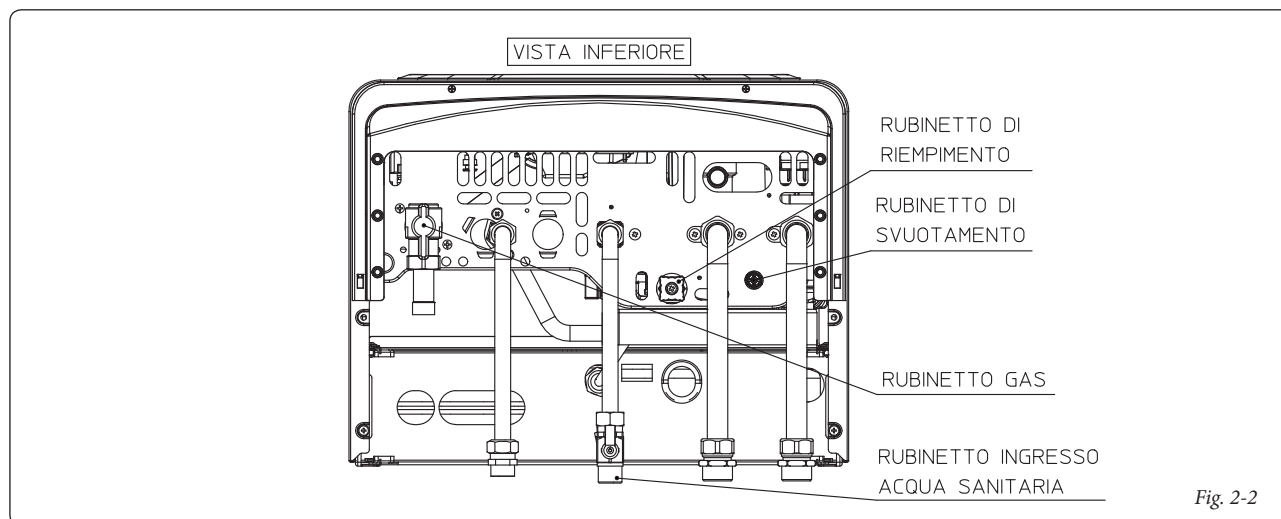

Fig. 2-2
*Se la pressione è inferiore ad 1 bar (ad impianto freddo) è necessario provvedere al ripristino attraverso il rubinetto di riempimento posto nella parte inferiore della caldaia (Fig. 2-2).*
Per poter compiere l'operazione di svuotamento della caldaia agire sull'apposito rubinetto di svuotamento (Fig. 2-2).